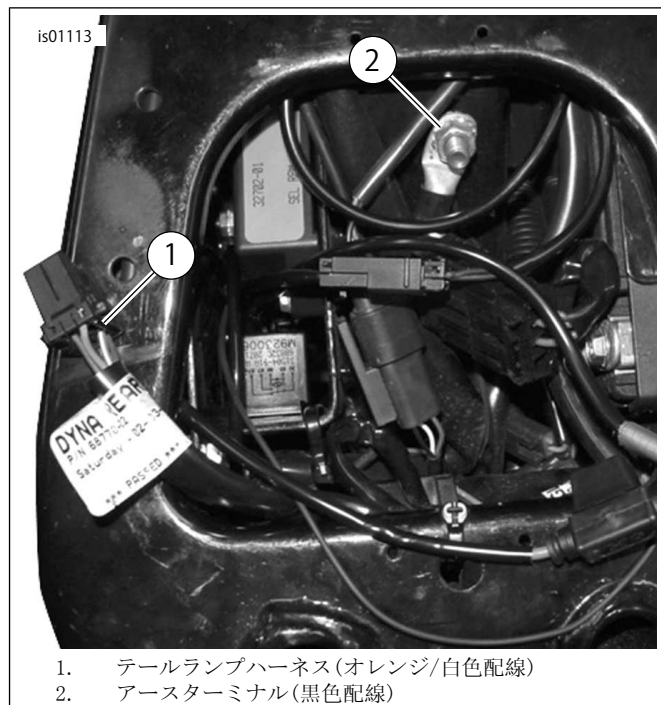

図1. 電源とアース接続部(Dynaモデル)
3. 「図1」を参照してください。Zumoワイヤーハーネスの黒配線を切断し、アース箇所に容易に届くようにします。サービスマニュアル付録のパッケージクリンプツール手順に従い、リングターミナルをワイヤーの終端にクリンプします。
2. 「図1」を参照してください。手が届く箇所で、サイドカバー内部のメインハーネスラップのエリアを注意して切り開きます。オレンジ/白のメインハーネス電源リードを切ります。